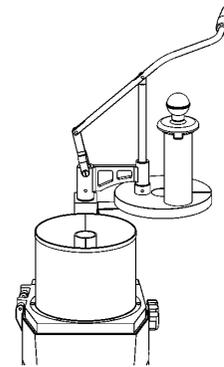
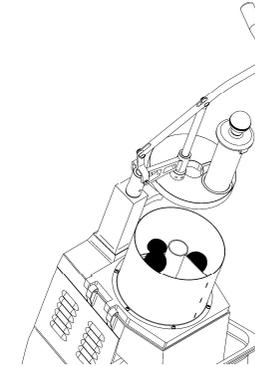
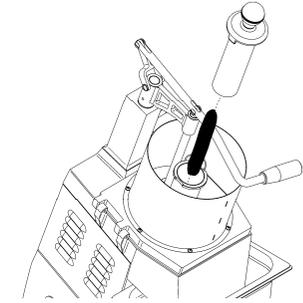

Abb. Nr.26
Abb. Nr.27
Abb. Nr.28
- A Bringen Sie den Druckhebel in Ruheposition (wie in Abb. Nr.26). Laden Sie das Produkt durch der Abdeckung in die Maschine (wie in Abb. Nr.27). Wenn das zu schneidende Gut kleinere Größe hat (wie etwa Karotten, Zucchini etc.), geben Sie das Material durch das Rohr am Druckhebelständer (wie in Abb. Nr.28). Drehen Sie den Druckhebel in seine Arbeitsposition und schalten Sie die Maschine ein. Helfen Sie dem Arbeitsvorgang durch leichten Druck auf den Druckhebel oder aber auf die Presse, falls Sie das Rohr benutzen, etwas nach.